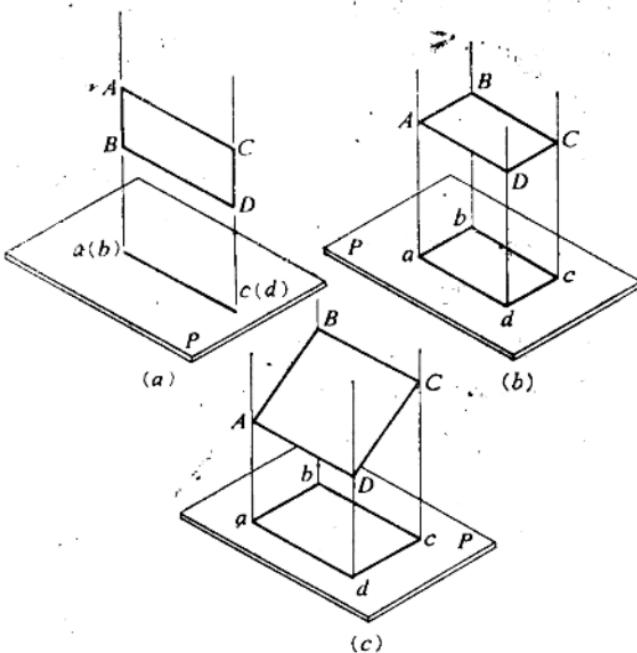

图 3-4 平面的投影
(3) 平面的投影。平面的投影有以下三种情况 (见图3-4) :